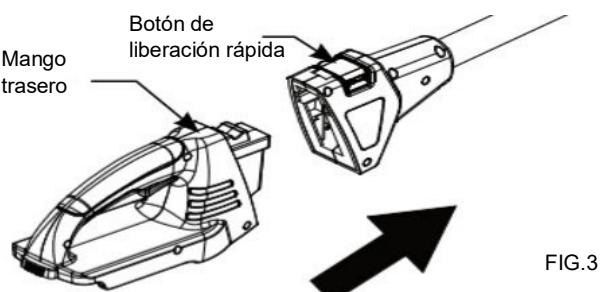

FIG.3
3. Inserte el mango trasero en el extremo del mango telescopico. (Fig. 3) Presione el botón de liberación rápida. Cerciórese de